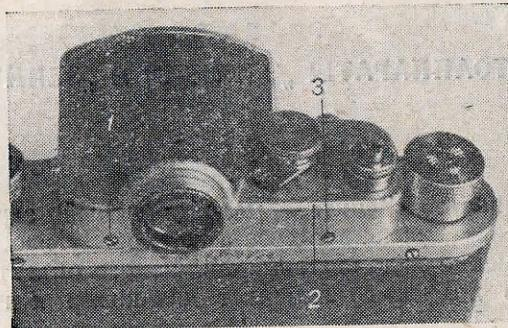
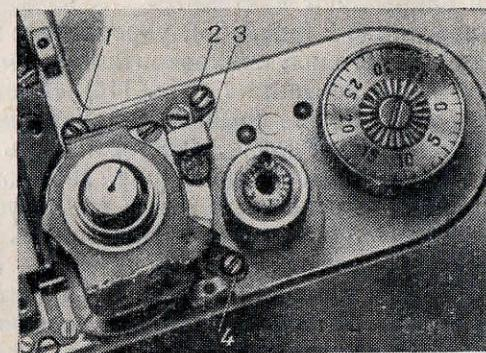
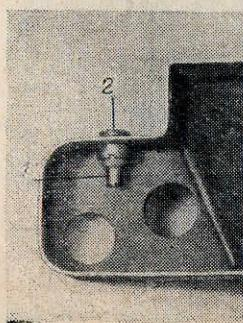

Рис. 154. Винты крепления крышки
Рис. 165. Установка каретки синхроконтактов
Рис. 166. Место установки штеккерного гнезда
**Верхняя крышка.** Разбирать аппарат надо со снятием всей наружной арматуры. Сначала отделяется верхняя крышка. Для этого вывинчиваются два винта с тыльной части — 1 и 3 (рис. 154). Затем два винта с передней части и с боков. Далее вывинчивают два стопорных винта на лимбе скоростей и винт шкалы синхроустройства. После чего, осторожно покачивая, снимают крышку.
Чтобы восстановить работу контактов, вывинчивают винты 1, 2 и 4 (рис. 165) и снимают всю каретку с контактами. Сняв каретку, осторожно отгибают верхний
Штеккерное гнездо 2 (рис. 166), укрепленное на крышке, соединяется с системой синхроконтактов при помощи контакта 1 (рис. 114). В тот момент, когда крышка устанавливается на свое место, хвостовая часть штеккерного гнезда 1 (рис. 166) ложится на пружинный отгиб синхроустройства 3 (рис. 165). Надежность контакта все время сохраняется за счет пружинности отгиба. Если этот контакт будет недостаточно хорошо отогнут кверху, замыкания не будет.
Установка синхроконтактов. Для установки синхроустройства в камере «Зенит» прежде всего определяют наиболее удобное место для расположения штеккерного гнезда. Это место может быть и с передней части верхней крышки, и с тыльной части, и сбоку. Наилучшим местом для установки гнезда можно считать место слева на верхней части крышки, в точке 2 (рис. 166), или в точке 2 (рис. 154).